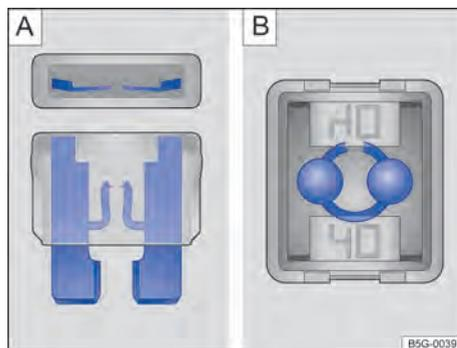

Fig. 172 Fusível queimado: **A** fusível plano, **B** fusível de bloqueio.
- Um *fusível plano* (ATO®, MINI®) queimado é reconhecido de cima ou de lado pela carcaça transparente nas faixas metálicas derretidas → Fig. 172 **A**.
- Um *fusível de bloqueio* (JCASE®) queimado é reconhecido pelas faixas metálicas derretidas por cima da carcaça transparente → Fig. 172 **B**.